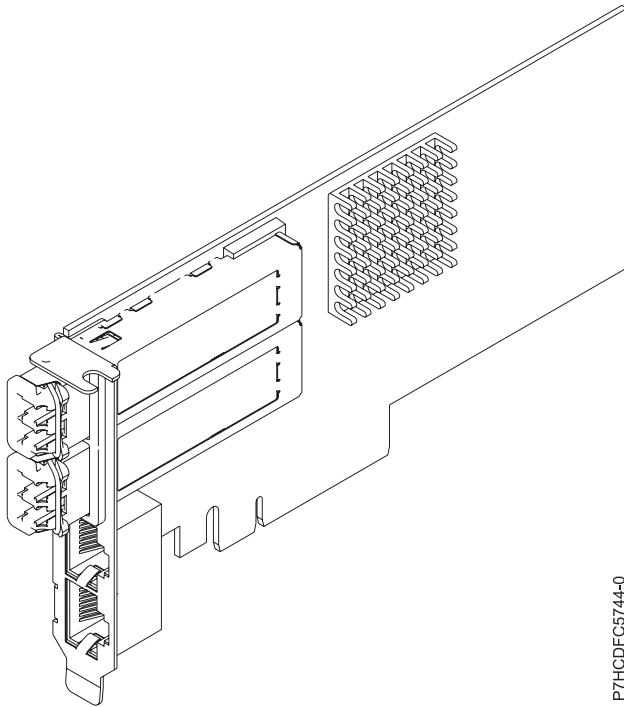

Figure 30. Carte PCIe2 2x10GbE SR 2x1GbE UTP
La carte PCIe2 2x10GbE SR 2x1GbE UTP est une carte PCI Express de génération 2 quatre ports Ethernet à connexion unifiée avec une interface de bus hôte PCI Express 2.0. Cette carte est optimisée pour l'informatique en nuage, la virtualisation, le stockage et les autres applications de centre de données. Cette carte comporte deux ports Ethernet 10 gigabits et deux ports Ethernet 1 gigabit. Les deux ports émetteurs-récepteurs SR (single root) SFP+ (small form-factor pluggable) 10 gigabits sont utilisés pour la connexion avec les autres serveurs ou commutateurs du réseau. Chaque port SFP+ (SR) fournit une connectivité Ethernet avec un débit nominal de 10 Gbps (gigabits par seconde) et utilise des câbles twinax SFP+ en cuivre pouvant atteindre une longueur maximale de 5 mètres. Chaque port RJ45 fournit une connectivité Ethernet avec un débit de 1 Gbps. Les fonctions d'agrégation de liaisons et de reprise en ligne de la carte sont idéales pour les applications réseau critiques qui nécessitent redondance et haute disponibilité. La figure 30, à la page 107 présente la carte FC 5745.